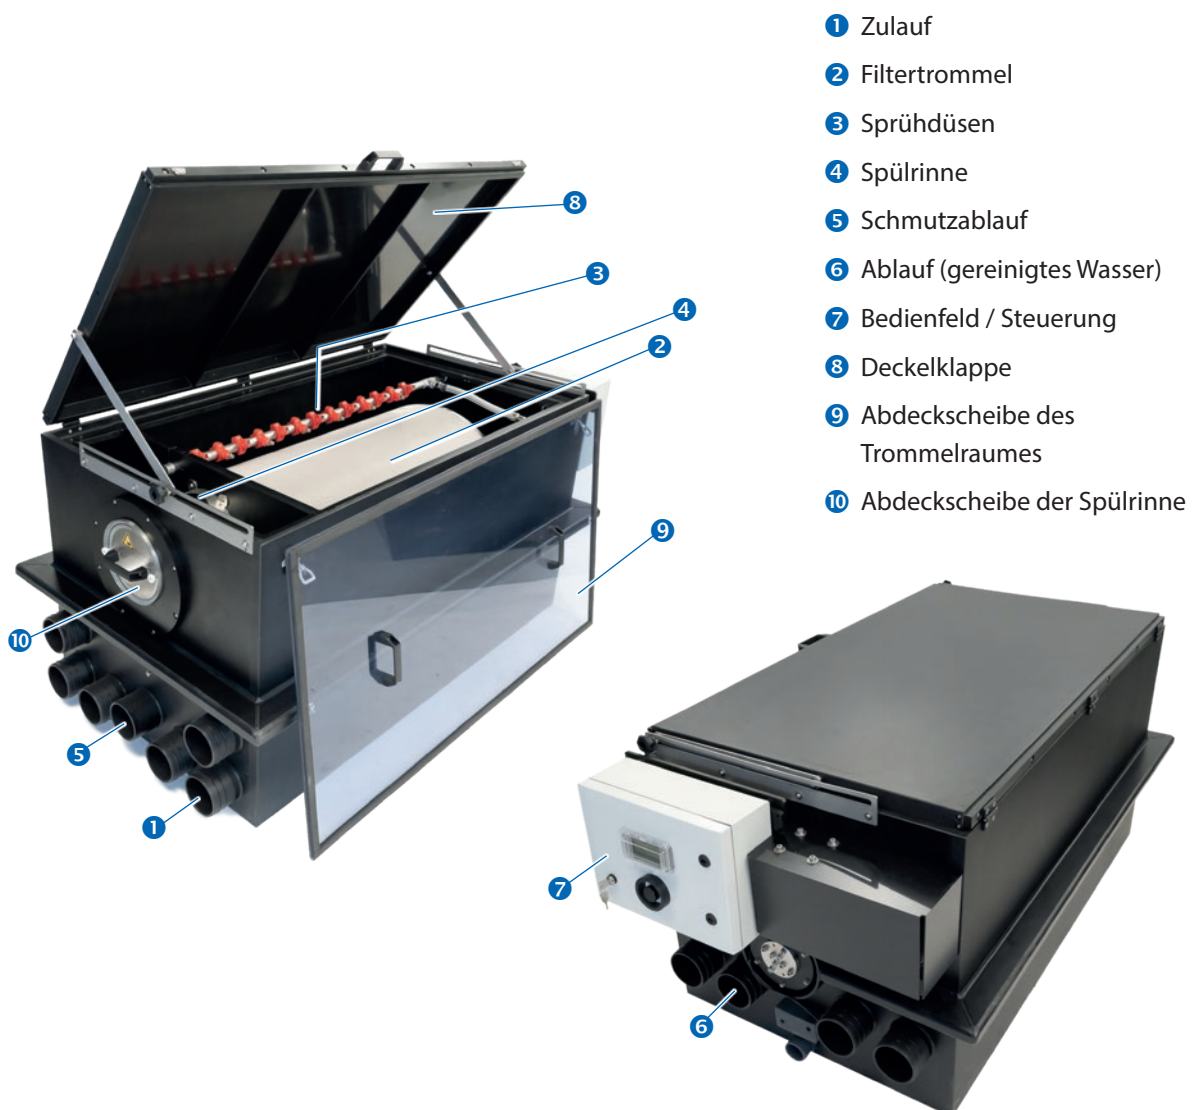

Abb. 7: Teile des Trommelfilters
- In der Abdeckscheibe des Trommelraumes (Abb. 7) sind Reed-Magnetschalter verbaut. Bei Abnehmen der Abdeckung wird der Trommelfilter mitsamt der Sprühdüsen sofort durch Unterbrechen der Stromzufuhr stillgesetzt.
- Die abnehmbare Abdeckscheibe der Spülrinne (Abb. 7) schützt vor versehentlichem Eingriff in die Spülrinne.